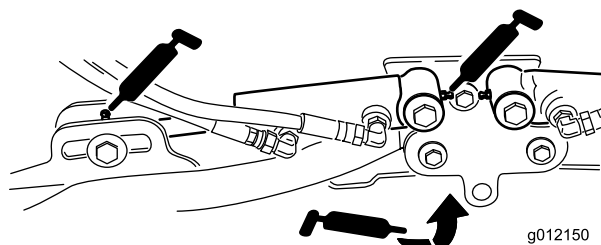

Figura 43
- Cilindri del braccio di sollevamento degli elementi di taglio (2 cad.) (Figura 43)
- Perni dei bracci di sollevamento (1 cad.) (Figura 43)